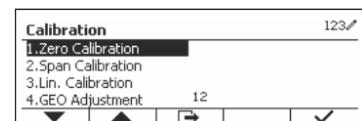

Figure 4
2. Lorsque la sélection « Zero calibration » (Étalonnage zéro) est en surbrillance, appuyez sur le bouton multifonction correspondant à l'icône **✓** pour débuter. (Voir Figure 4)